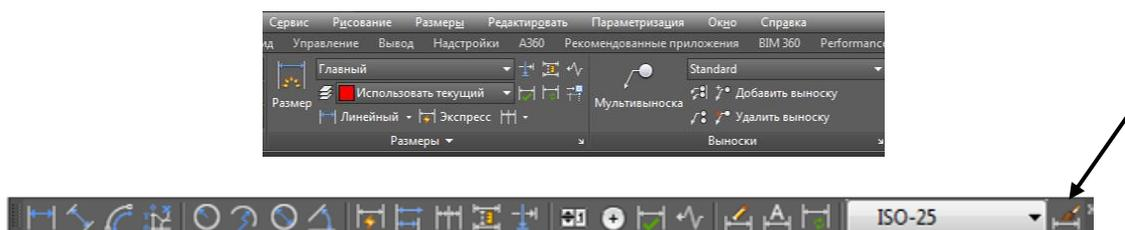
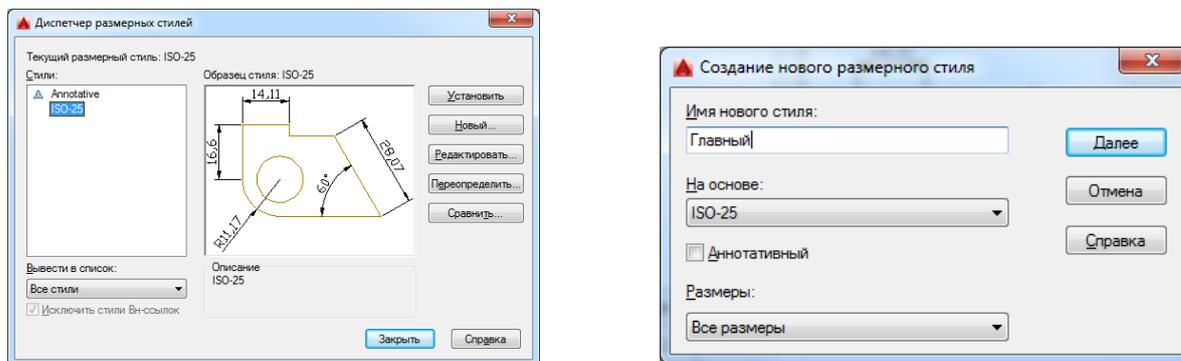

Рис.1.
Рис. 2.
Диалоговое окно настройки размерного стиля (см. рис.2). "Диспетчер размерных стилей" вызывается из падающего меню *Размеры* ⇒ *Стиль...* или *Формат* ⇒ *Размерные стили* или кнопкой на вкладке "Аннотации" ⇒ Размеры или кнопкой на панели инструментов Размеры (см. рис.1).
Для создания нового размерного стиля щелкните на кнопке "Новый". В окне диалога (рис.2) задайте имя нового стиля и установите тот стиль, который собираетесь взять за основу. Нажмите клавишу Далее.
7. Для простановки размеров служат падающее меню, плавающая панель инструментов и экранное меню. Плавающая панель инструментов представлена на рис.1.